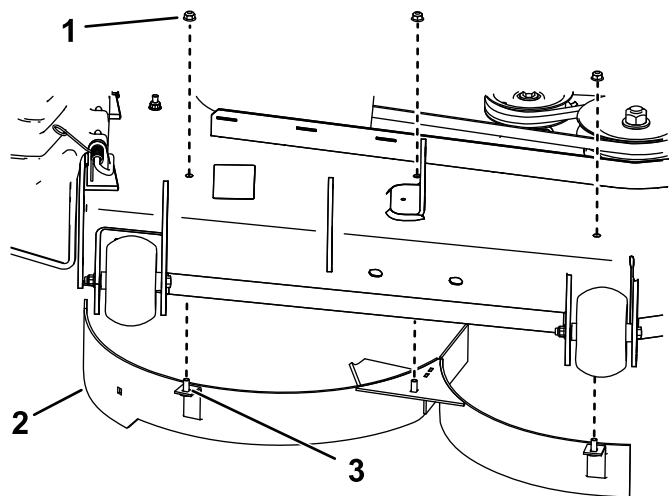
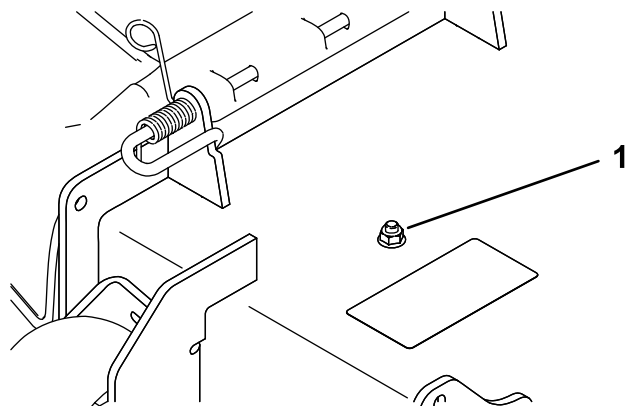

図 8
図 7
1. 図 7または図 8にある場所のナットとボルトを外す。
2. ナット 3 個5/16"で、右側バッフルを図 8のように取り付ける。ナットは手締めする。